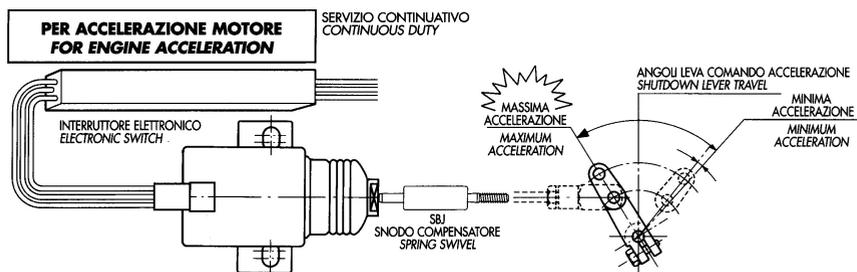

FIG.4
- b) **Elettrostart senza interruttore interno con temporizzatore esterno elettronico** Questa configurazione è ottenuta con elettromagneti serie 3 (vedi "Circuiti elettrici per motori diesel" nel paragrafo successivo) in abbinamento all'interruttore elettronico IE04 (fig.4).